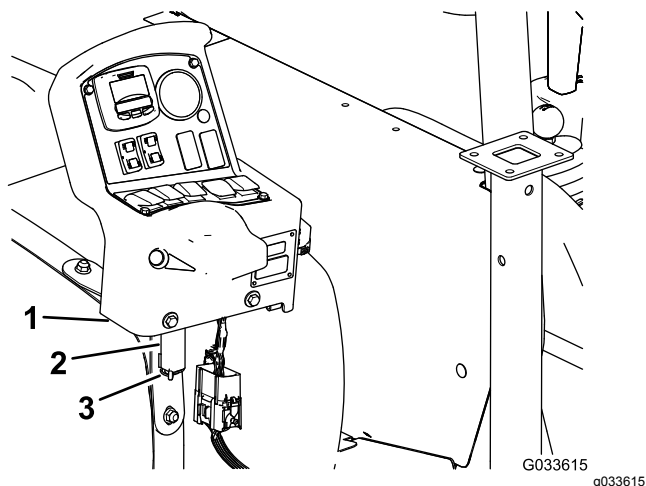

Figure 132
7. Déposez la console de son support sur la planche de bord de la machine et alignez l'axe de pivotement de la console et le support de rangement au niveau de la sangle avant de la cuve (Figure 132) ; voir Montage de la console de commande sur la machine \(page 21\).
8. Fixez la console au support et fixez l'axe de pivotement au support avec la goupille fendue (Figure 132).